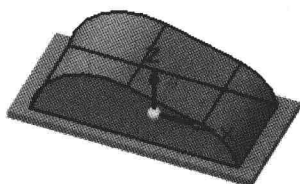
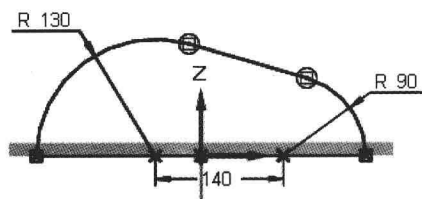

图 1.4 拉伸特征 2
图 1.5 截面草图
Step3. 创建图 1.4 所示的拉伸特征 2。在 **实体** 区域中单击 按钮，选取前视图 (XZ) 平面作为草图平面，绘制图 1.5 所示的截面草图，绘制完成后，单击 按钮，选择命令条中的“对称延伸”按钮 ，在 **距离** 下拉列表中输入 160，并按 Enter 键，单击“拉伸”命令条中的 **完成** 按钮，单击 **取消** 按钮，完成拉伸特征 2 的创建。